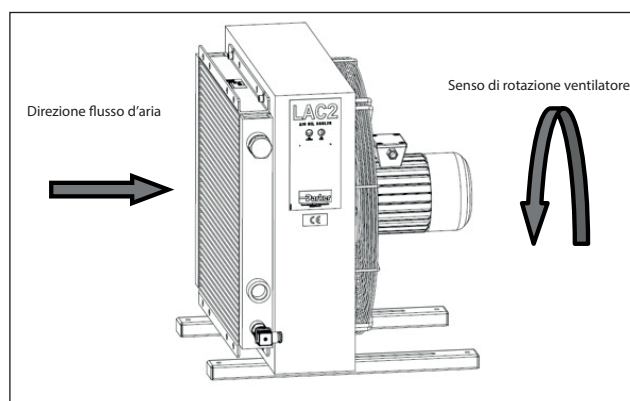

Fig. 24
6. In funzionamento verificare che, all'intervento del ventilatore, il senso di rotazione ed il flusso d'aria corrispondano allo schema di Fig. 24.